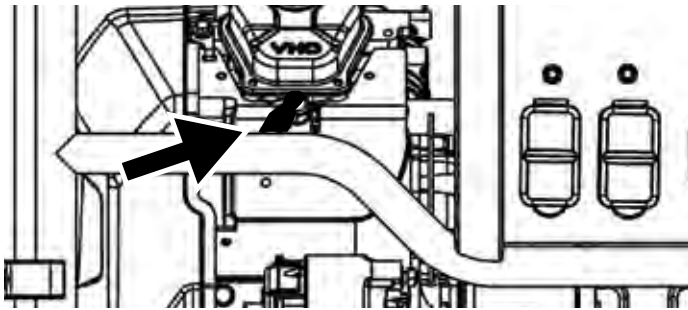

Figura 19 - Quitar el arranque de la bujía
3. Quite la cubierta de la bujía tirando firmemente de la cubierta de la bujía de plástico directamente del motor (consulte la Figura 19).